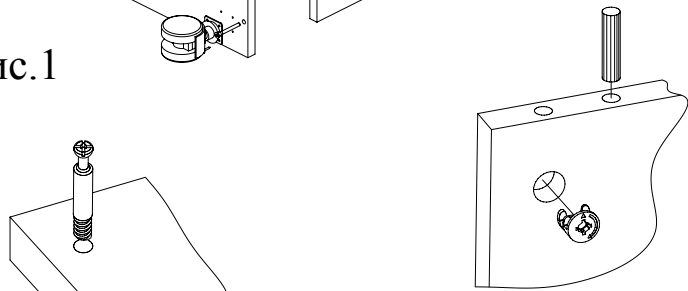
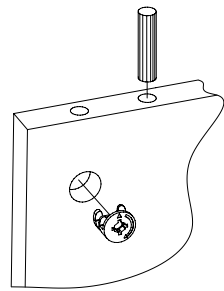

Рис.3
Рис.4
3. В соответствующие плоскостные отверстия деталей 4, 5, 6 вкрутить шпильки минификсов (Рис. 3). В соответствующие отверстия деталей 7, 8 вставить головки минификсов, в соответствующие торцевые отверстия вбить шканты (Рис. 4).